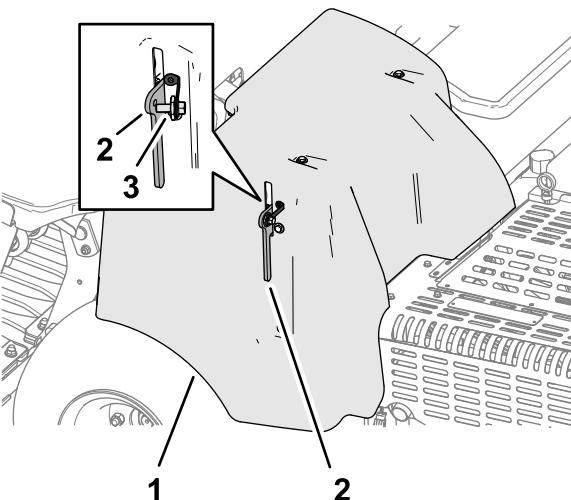

Figura 141
- Se la macchina presenta un cordino di fissaggio del copricinghia CE, allentate il bullone del cordino fino a quando non si separa dal dispositivo di fermo del copricinghia (Figura 141).